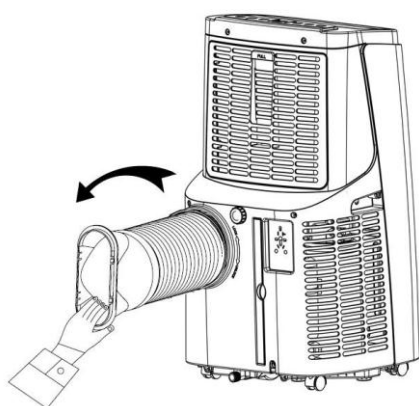

Figure 1
1.1 Installez l'ensemble du tube de chaleur (comme le montre la figure 1): Visser l'ensemble du tube de chaleur (extrémité de l'accessoire d'échappement) à l'orifice d'échappement à l'arrière (dans le sens contraire des aiguilles d'une montre).